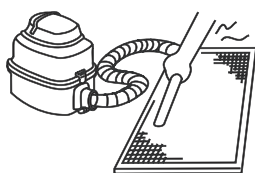

Fig.6-3
- a. El lado de entrada de aire debe estar hacia arriba cuando se usa una aspiradora. (Vea la Fig.6.3).